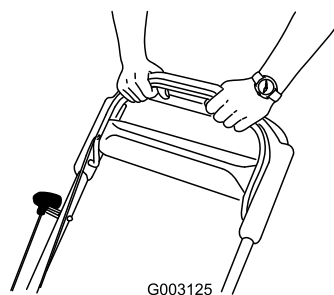

Рисунок 19
3. Удерживайте штангу управления ножом прижатой к рукоятке (Рисунок 19).